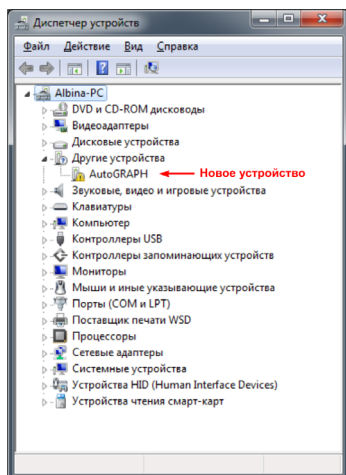

Рис.2. Новое устройство.
- Подключить универсальный конвертор к ПК, используя стандартный кабель USB AM – USB miniB 5 pin. При подключении устройства к ПК с установленной ОС MS Windows 7, новое устройство будет автоматически обнаружено (Рис.2).